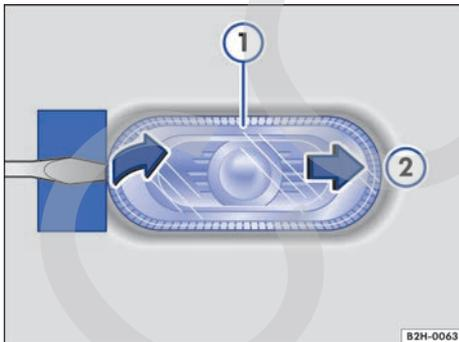

Fig. 199 Lado izquierdo del vehículo: desmontar la luz de giro lateral.
2.	Introduzca la hoja plana del destornillador de las herramientas de a bordo en el lado de la luz de giro lateral más próximo a la parte trasera del vehículo →  . Desplace la luz de giro lateral hacia atrás en contra de la fuerza del muelle → fig. 199  .